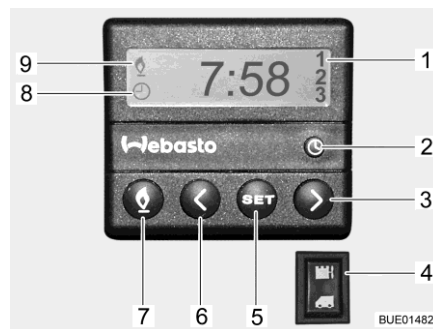

Fig. 138 Centralina di controllo (riscaldamento fisso)
- Premere il tasto (Fig. 138,7). Il funzionamento del riscaldamento viene indicato con il simbolo (Fig. 138,9). La ventola viene inserita solo quando la temperatura dell'acqua di raffreddamento è pari a 30 °C.
- Premere il tasto (Fig. 138,7). Il simbolo (Fig. 138,9) si spegne.
- Premere l'interruttore (Fig. 138,4) in alto. Il motore viene preriscaldato. La ventola viene inserita immediatamente.
- Premere l'interruttore (Fig. 138,4) in basso. Il motore rimane freddo.
- Premere il tasto (Fig. 138,2). L'impostazione dell'ora viene indicata con il simbolo (Fig. 138,8).
- Impostare l'ora con i tasti (Fig. 138,3 e 6).
- Premere il tasto (Fig. 138,5).
- Impostare l'orario di accensione con i tasti (Fig. 138,3 e 6) entro 10 secondi.
- Premere il tasto (Fig. 138,5) fino a che nel display (Fig. 138,1) non appare il numero di programmazione desiderato.